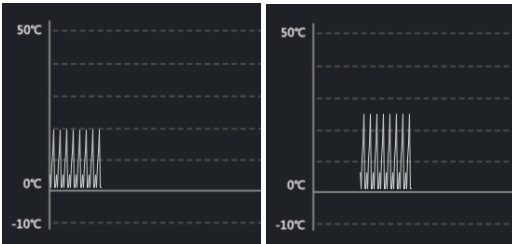

图 4-16 左边为正常效果，右边水平偏移-50 效果
(1) 水平偏移，如 图 4-16 所示，左边为正常未偏移的一段曲线，右边水平偏移-50。注：设置值为正值时，曲线向左平移；设置值为负值时，曲线向右平移。
(3) 垂直偏移, 如图 4-16 所示, 左边为正常未偏移的一段曲线, 右边垂直偏移-50。